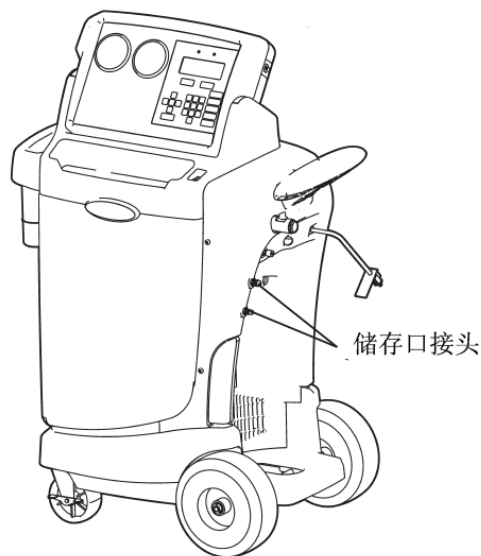

图 6
3. 将高、低压管和机器储存口接头相连接（见图 6），打开快速接头阀门；